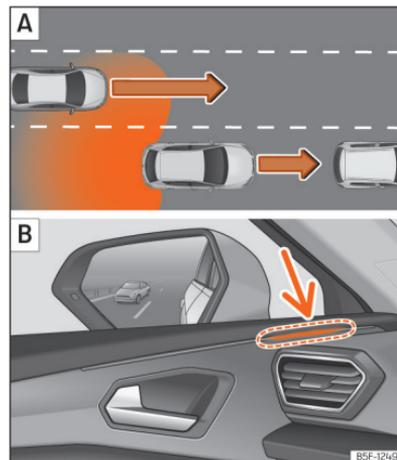

Abb. 145 Schematische Darstellung: **A** Überholen mit Verkehr im hinteren Bereich. **B** Anzeige des Spurwechselassistenten links.
In folgenden Situationen wird die Anzeige in der Kontrollleuchte »» (Abb. 145) **B** (Pfeil) oder »» (Abb. 146) **B** (Pfeil) dargestellt:
- Bei einer Überholung durch ein anderes Fahrzeug »» (Abb. 145) .